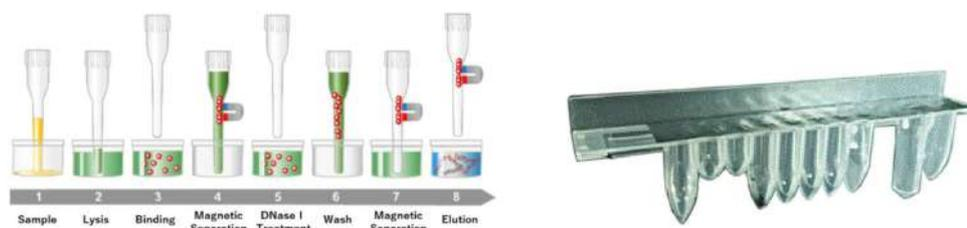

Figura 1.5: Princípio de extração de ARN e cassete de extração ELITE InGenius SP RNA
- O conjunto reagente foi otimizado para o isolamento de ácidos nucleicos de amostras de 0,2 mL. (Figura 1.5: ELITE InGenius – Cassete de extração SP RNA e princípio de extração).